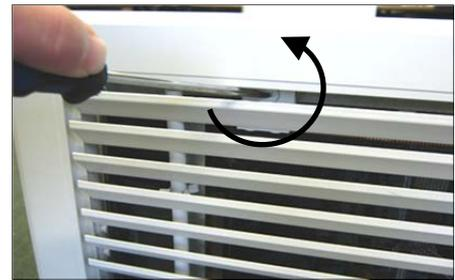

Fig 6
Étape 1 Ouvrir la grille d'admission d'air à charnières à l'aide d'un tournevis à lame plate pour retirer les fixations quart de tour (voir Fig 6). Le modèle HX1000R dispose de deux fixations et les modèles HX1500R et HX2000R disposent de trois fixations.